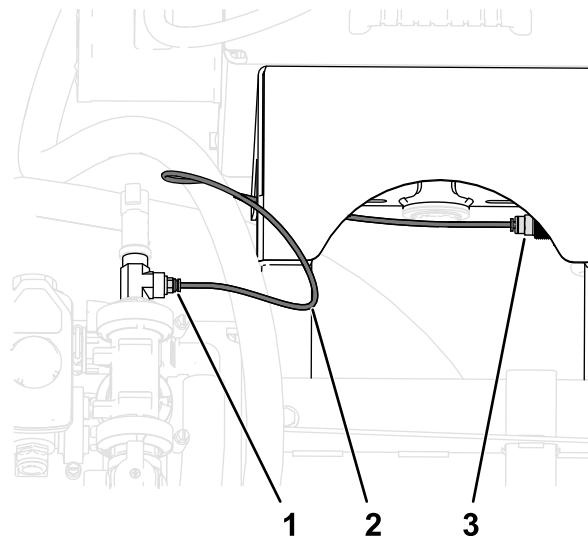

Figure 49
3. Reliez le tube du transducteur de pression au raccord d'accouplement sur le manomètre (Figure 49).